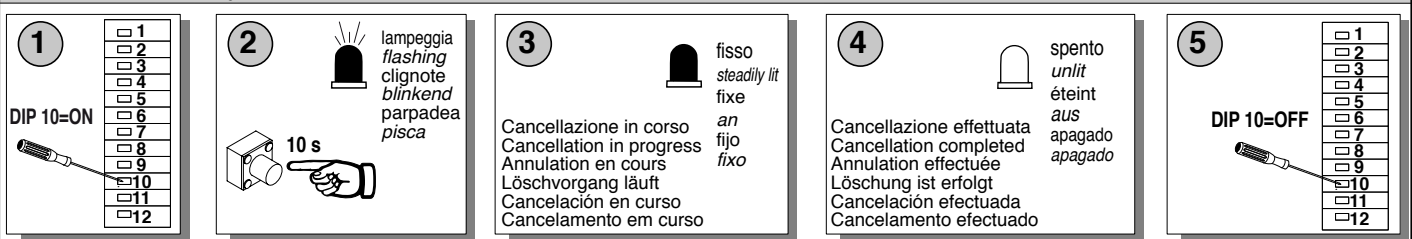

Fig.3
5.3) PROGRAMAÇÃO DA ZONA (Fig. 3)